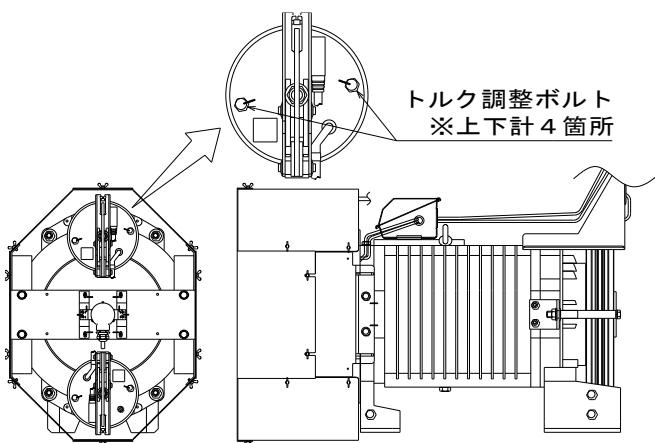

図3-2-1 エシード及びオーダーエシードの場合
- 1) エシード/オーダーエシードの場合 : 図3-2-1を参照